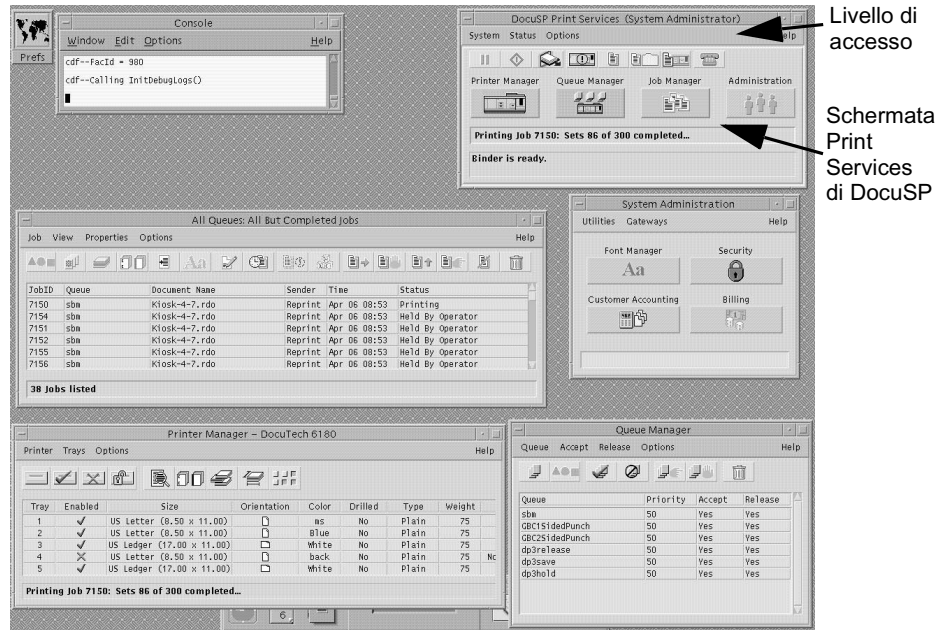

Figura 1-1: Schermata del monitor 61XX
- a) Andare alla schermata Print Services di DocuSP, come illustrato nella Figura 1-1.